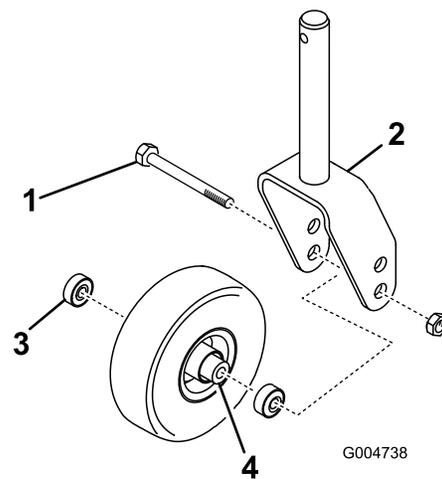
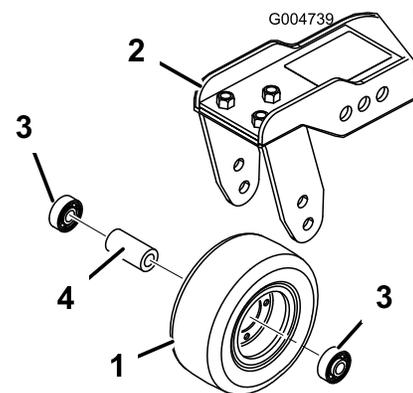

Рисунок 75
Рисунок 76
1. Снимите контргайку с болта, удерживающего узел поворотного колеса междувилкой (Рисунок 75) или рычагом поворотного колеса (Рисунок 76).
3. Извлеките подшипник из ступицы колеса и дайте выпасть проставке подшипника (Рисунок 75 и Рисунок 76).